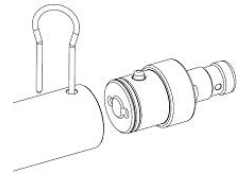

fig. 19
- Spingere in dentro il perno di arresto con la forcella e rimuovere il pezzo d'uscita ruotando leggermente. (fig. 19)
- Spingere in dentro l'altro perno di arresto con la forcella e rimuovere il pezzo d'ingresso. (fig. 19)